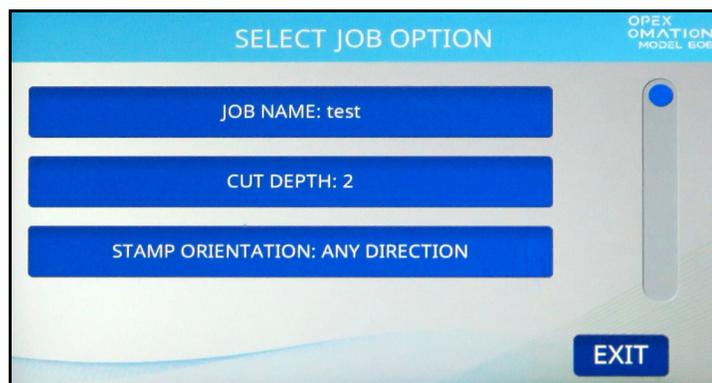

図 6-9 : ジョブオプションの選択
4. ジョブオプションの選択画面が表示されます（図 6-9）。これには、デフォルトで3つのパラメータがあります。以下で説明します。パラメータを押すと、パラメータを変更する独自の画面が表示されます。